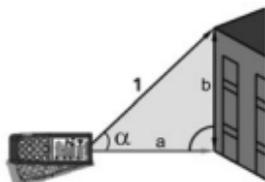

Fig. 12 : Mesure distance avec calcul trigonométrique
3. Placer l'instrument dans le point (1) correspondant à la valeur de l'angle «  $\alpha$  » (variable de  $\pm 65^\circ$  avec inclinaison transversale non supérieure à  $\pm 10^\circ$ ) souhaitée de la mesure affichée au premier écran et appuyer sur la touche  ou sur la touche latérale **MEAS** (voir Fig. 12).
4. La valeur de la distance « 1 » apparaît à l'écran résultant. La valeur de la distance « a » apparaît dans le troisième écran calculée en tant que :  $a = (1) * \cos\alpha$ . La valeur de la distance « b » apparaît dans le deuxième écran calculée en tant que :  $b = (1) * \sin\alpha$  (voir Fig. 12)